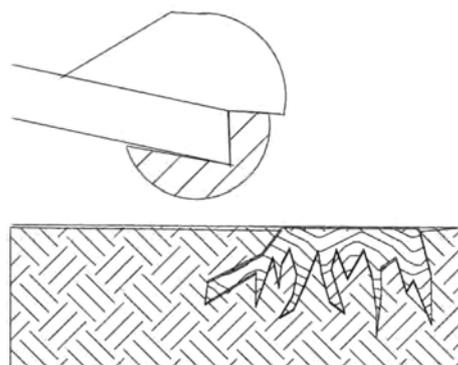

Рис. 6 Измельчать до тех пор, пока пень не будет полностью срезан
- f. Повторяйте действия до тех пор, пока не закончите работу (см. рис. 6).